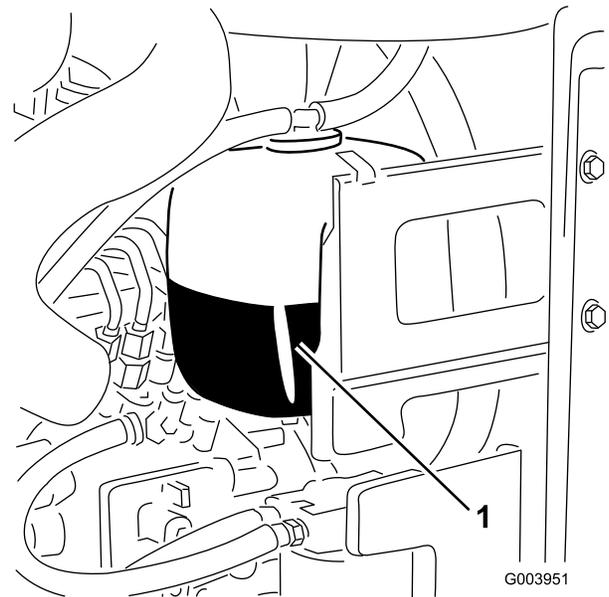

Figure 35
1. Vérifiez le niveau du liquide de refroidissement dans le vase d'expansion (Figure 35).